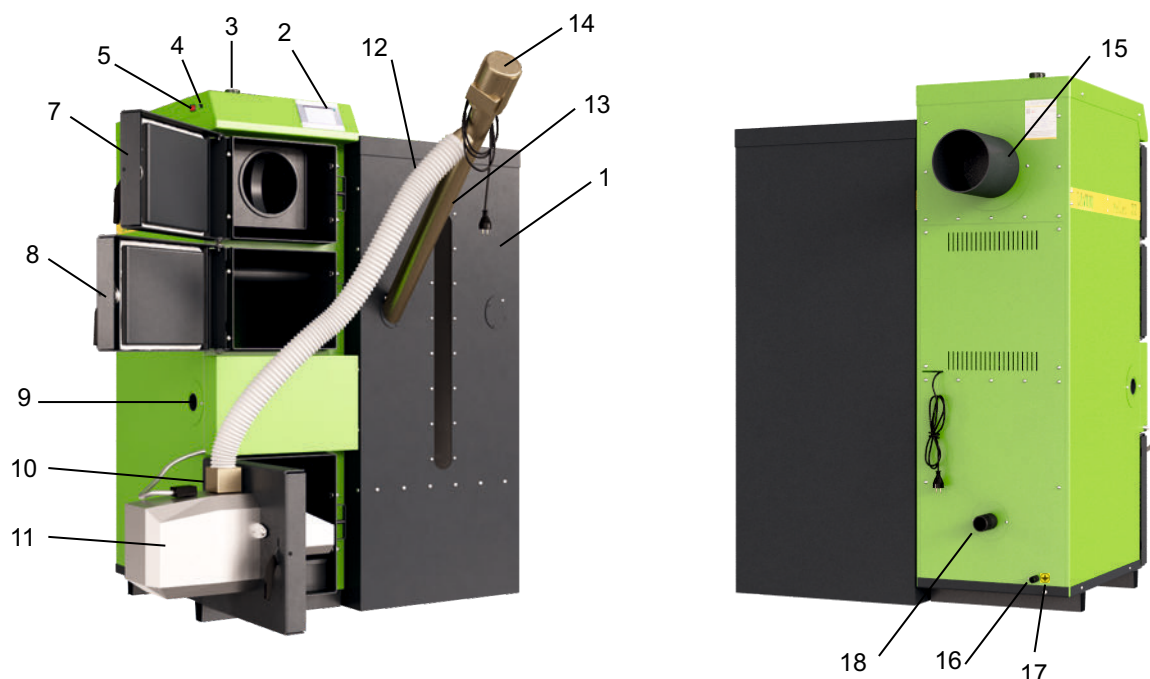

Рисунок 1. Состав и устройство Котлов моделей LF16-42
10. Котел (рис.1) представляет собой стальной сварной теплоизолированный каркас, обшитый снаружи съемной декоративной облицовкой, и устанавливаемый на собственных опорах. Внутреннее пространство имеет сложную конфигурацию, включает в своем составе трубчатый теплообменник, предназначенный для циркулирования теплоносителя, листовые детали, образующие вместе со стенками каркаса камеру сжигания, воздухоподводящие каналы, систему дымоудаления из Котла (15). Внутри каркаса в нижней части расположены устройства: колосниковая решетка для размещения топлива (при работе на резервном топливе) и зольный ящик для сбора и удаления золы. Снаружи Котел имеет дверцы и окошки для обслуживания Котла (7,8), патрубки для подсоединения к трубопроводам водяного контура системы отопления (3, 18), патрубок для опорожнения теплообменника (16). В нижней части котла в нижнюю дверцу вмонтирована Горелка (11) выбранной мощности, которая соединяется через механический пожарный клапан (10) гибким гофрированным шлангом (12) с бункером для пеллет (1), откуда внешним питателем (13) пеллеты подаются в Горелку. Автоматика входящая в комплект, включается кнопкой (5), расположенной на правой боковой части Котла, рядом с ней располагается предохранитель (4).